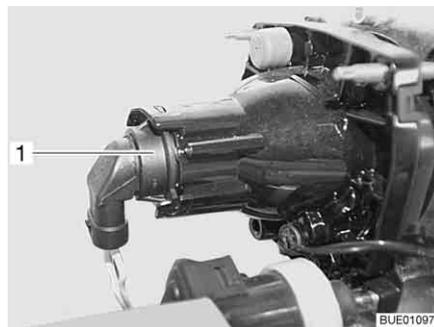

Bild 265 Abblendlicht/Fernlicht/Standlicht
- Hinter den Lampenhalter (Bild 265,1) greifen.
- Hinter den Lampenhalter (Bild 265, 1) greifen.